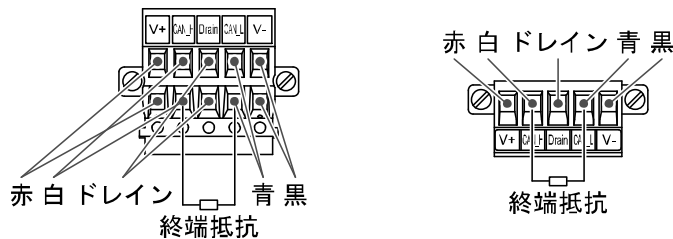

図2
(2) DeviceNet™システムの両端のユニットには、必ず“CAN_H”-“CAN_L”間に“終端抵抗”を接続してください。(図2参照)